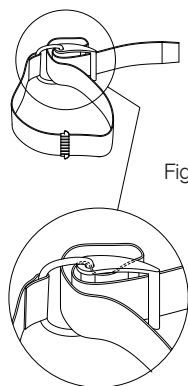
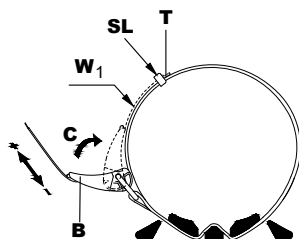

Fig. 2-4
Fig. 2-7
1. Gire la hebilla hasta que quede en la posición abierta. Deslice la correa alrededor de la hebilla de plástico como se muestra en la figura (Fig. 2-4), moje la correa antes de ajustarla en su lugar en la botella y ajuste la longitud (Fig. 2-7).